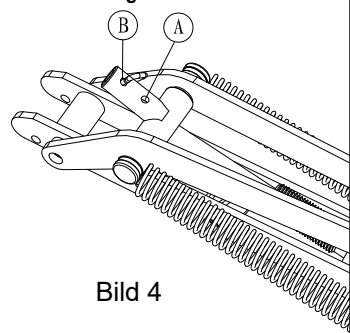

Bild 4
Tryck kolvstången (3) genom cylinderhuset (2) in i T-kopplingen (4). Hålet i kolvstången ska placeras i linje med hålet >>a<< i T-kopplingen. Sprinten (5) ska sedan passas genom hålen, se bild 4.